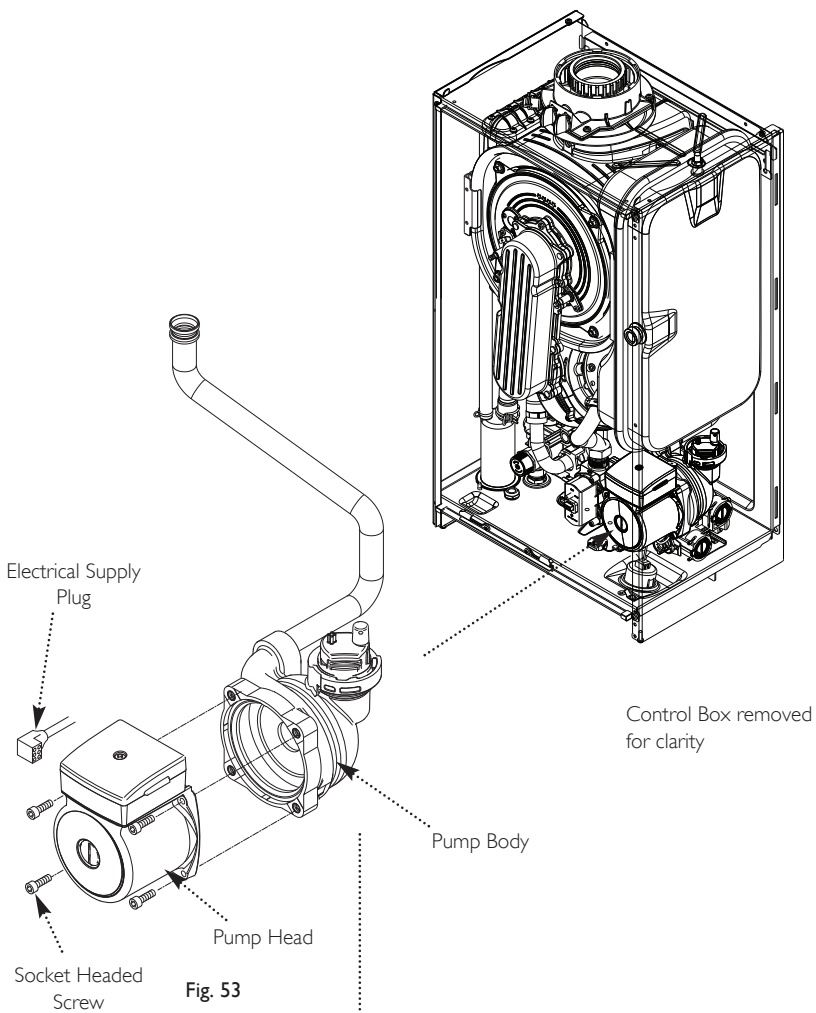

Fig. 53
13.10 Pump - Head Only (Fig. 53)